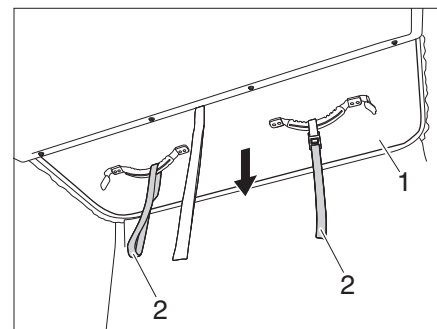

Fig. 12 Abbassamento del tetto sollevabile
- Abbassare il tetto sollevabile (Fig. 12,1) tirandolo per gli appositi dispositivi (Fig. 12,2) **lentamente** con sguardo rivolto verso la parte posteriore e osservare se il tessuto della tenda cade correttamente all'interno.